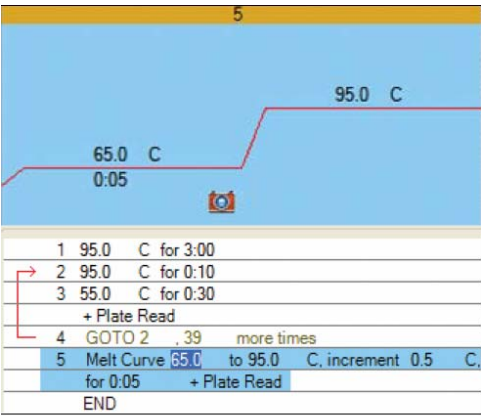

图4
2. 在图形或文本显示模式下，点击温度值来编辑融解曲线范围的最低和最高温度，图 4 第 5 步。